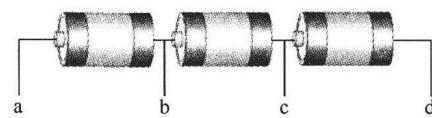

图1-11 【例1-3】用图
**【例1-3】** 如图1-11所示，3只电压为1.5V的电池顺向串联，分别以a、b、c和d点为参考点，试求其他各点的电位。